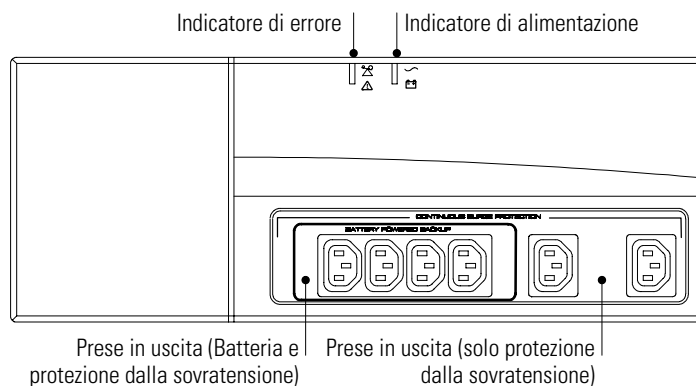
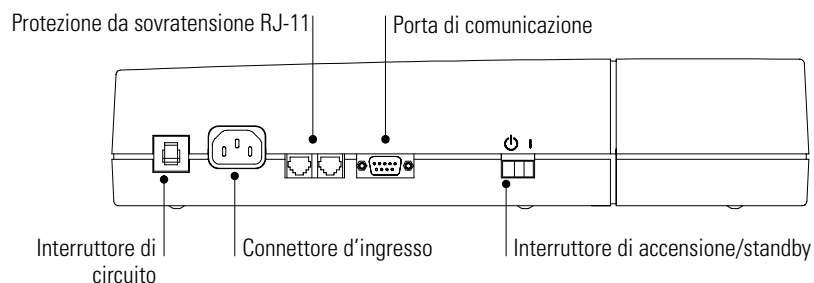
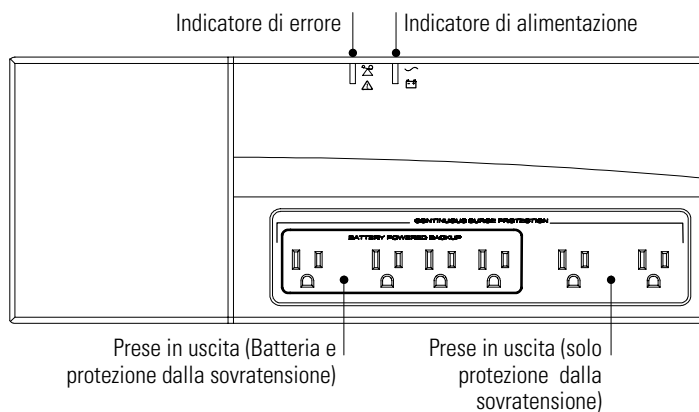
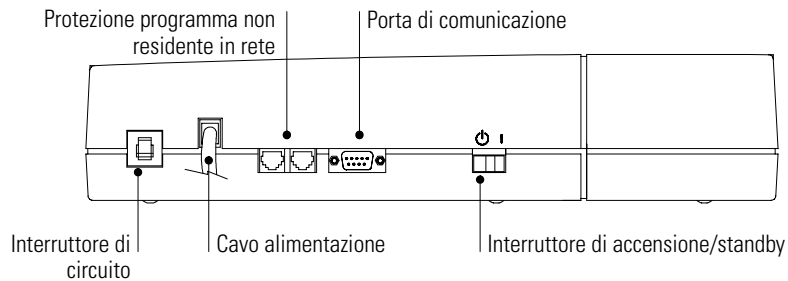

Figura 1. Modello 230V Pannello superiore
Figura 2. Modello 230V Pannello laterale
Figura 3. Modello 120V Pannello superiore
Figura 4. Modello 120V Pannello laterale
3. Avviare l'UPS premendo l'interruttore | interruttore come mostrato nella Figura 2 o Figura 4 a pagina 56. L'indicatore di potenza si illumina ad indicare che dalle prese di uscita dell'UPS è disponibile la corrente.
La Figura 1 e la Figura 2 indicano le caratteristiche delle unità Modello 230V (Europa), che hanno un connettore per il cavo di ingresso e IEC prese in uscita. La Figura 3 e la Figura 4 indicano le caratteristiche delle unità Modello 120V (USA), con cavo di ingresso attaccato.